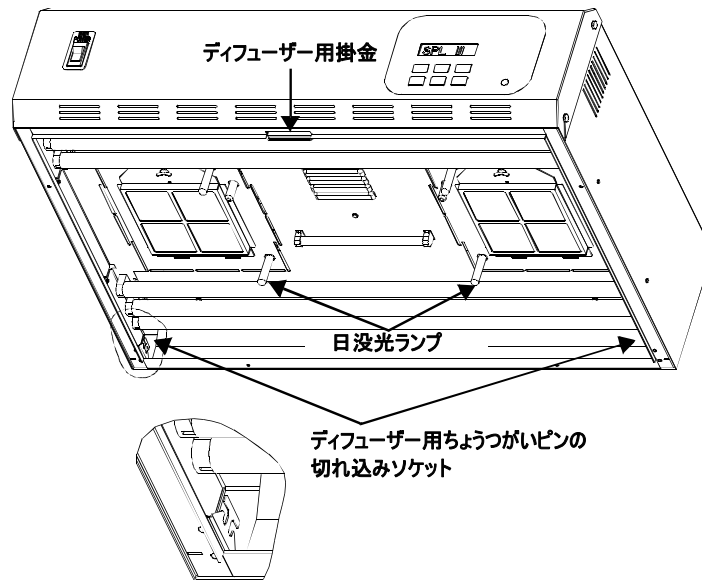

図 11 ディフューザーを取り付ける光源装置
- 光源装置本体後部の後角にある隙間のソケットの前に、ディフューザーのちょうつがいピンを挿入します。（図 11 参照）